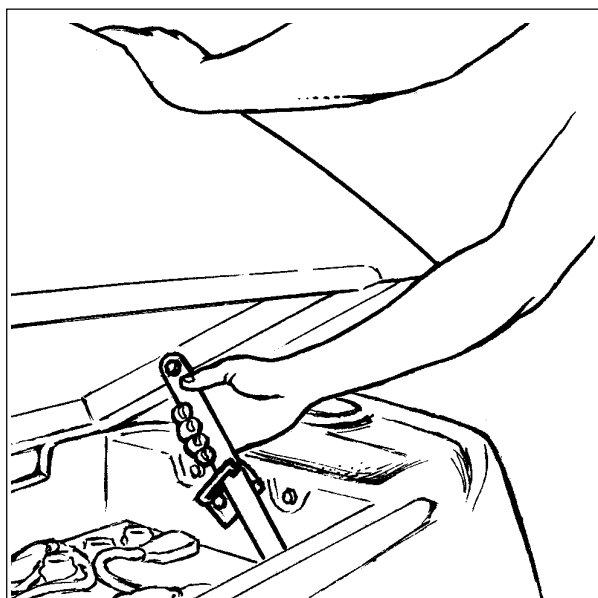

Abb. 13
3. Während des Ladevorgangs der Batterien, muß das Batteriefach gelüftet werden. Um das Batteriefach zu lüften, klappen Sie den entleerten Schmutzwassertank auf, bis die Stütze in einer der beiden Positionen hörbar einrastet. Siehe Abb. 13 A. Um den Tank zu schließen, entriegeln Sie die Stütze und senken dann den Tank langsam nach unten.
Um den Schmutzwassertank in die halboffene Mittelposition zu bringen, ziehen Sie an der Stütze, während Sie den Schmutzwassertank anheben. Während die Kerbe der Stütze in den Riegel gleitet, senken Sie vorsichtig den Schmutzwassertank. Überprüfen Sie ob die Stütze sicher im Riegel eingerastet ist. Abb. 13. Um den Riegel zu lösen, kippen Sie den Schmutzwassertank leicht nach oben, und entriegeln die Stütze. Dann langsam den Tank absenken.